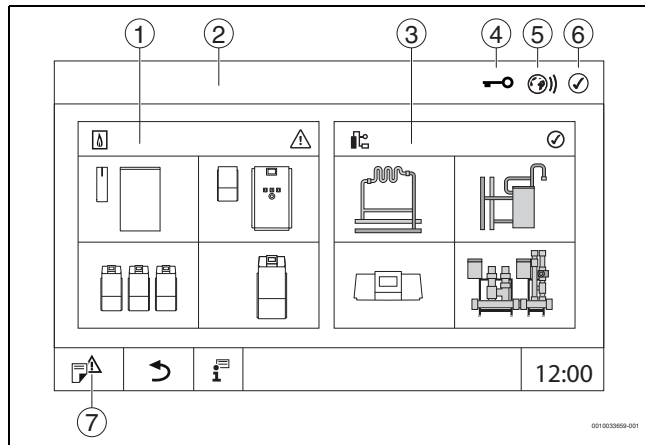

Fig. 9 Aperçu du système (exemple)
- Appuyer sur **Système** (→ figure 9, [3], page 16).